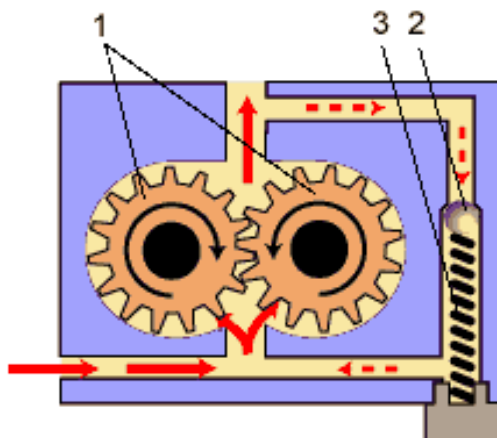

Рис. 2. Схема работы масляного насоса:
*Масляный насос* (рис. 2.) под давлением подает масло (через фильтр и каналы) к трущимся деталям кривошипно-шатунного и газораспределительного механизмов. Насос состоит из двух шестерен и приводится в действие от коленчатого вала двигателя. При вращении шестеренок, зубья захватывают масло и нагнетают его в главную масляную магистраль. Насос обеспечивает давление масла в системе  $0,25-0,45$  МПа.